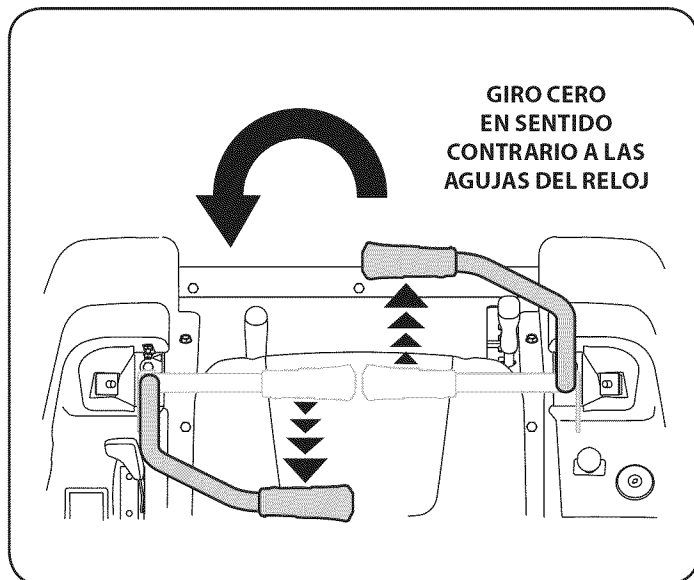

Figura 21
7. Para girar en sentido contrario a las agujas del reloj, mueva la palanca de control del lado derecho hacia adelante mientras mueve simultáneamente la palanca de control izquierda hacia atrás. Vea la Figura 21.